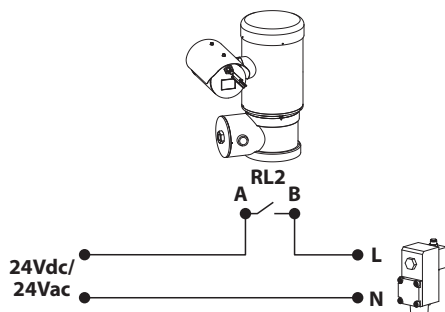

Fig. 14
- Procéder aux branchements selon le schéma ci-dessous (Fig. 14, page 14).